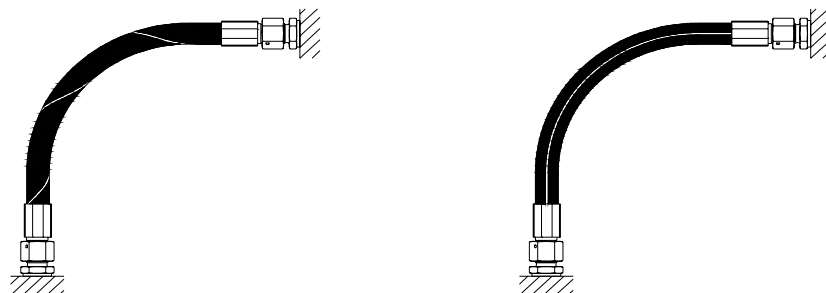

Fig.1 Montaggio errato
1. Non applicare torsioni al tubo flessibile lungo il proprio asse in quanto potrebbero essere causa di cedimenti in pressione (Fig.1).
Not to apply torsions to the hose along its axis as they may become cause of yieldings under pressure (Fig.1).